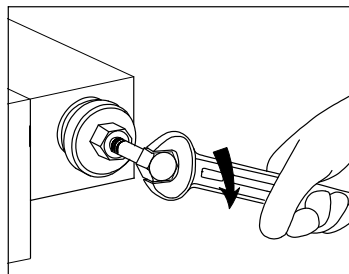

Fig. 5-6
3. Enrosque um parafuso adequado com rosca M8 no orifício roscado frontal (fig. 5-6).